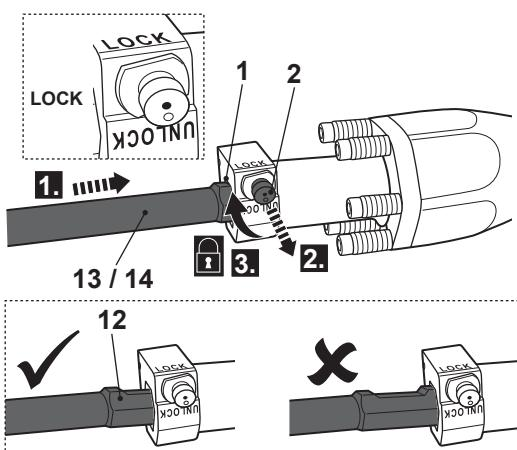

Fig. 2
- > Introduza o cinzel (13, 14) até ao fundo no mandril (1) com a ranhura da haste da ferramenta (12) virada para cima (Fig. 2, passo 1).
- > Puxe a cavilha de bloqueio (2) para fora e rode-a 180° para bloquear o cinzel (13, 14) (Fig. 2, passo 2 e 3).
- > Comprove que o cinzel está bem preso no mandril (1). Puxe o cinzel para certificar que está bem fixo no mandril.